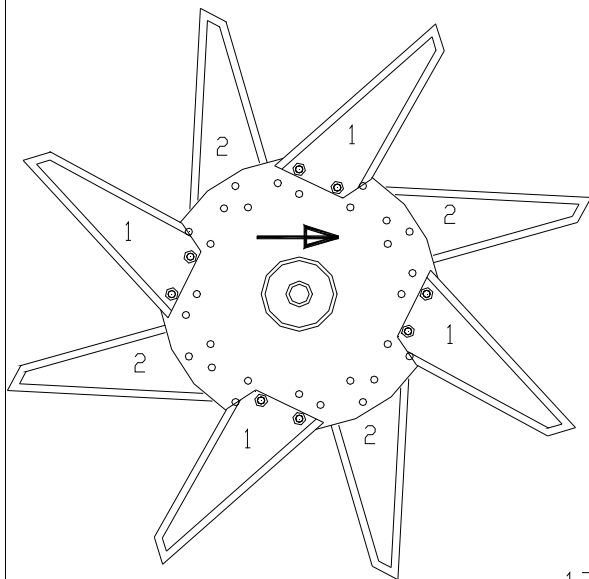

Fig. 4.
7. Die (standardmässig mitgelieferten) Tiefschnittklingen können nun am Rotor montiert werden, wie in Abb.4 dargestellt. In Abb.4 sind 4 Klingen gleichmässig verteilt an einer Scheibe angebracht. An der nächsten Scheibe müssen die Klingen versetzt angebracht werden. In Abb.4 wird dies durch unterschiedliche Nummern auf den Klingen veranschaulicht. Die eins steht für die Anordnung der Klingen auf der ersten Scheibe, etc. Montieren Sie die Klingen genauso wie in Abb. 4 angegeben. Weitere Informationen zu den Klingen und der Montage finden Sie in Kapitel 12.